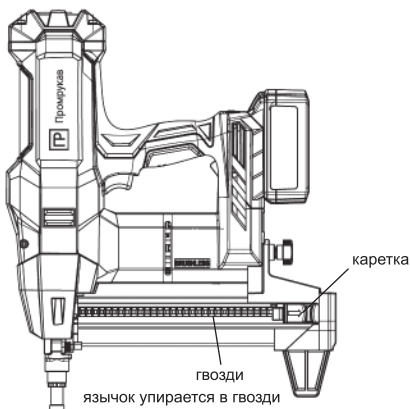

Рисунок 6
3. Вставьте язычок обратно в окно, язычок должен упираться в гвозди (рисунок 6).